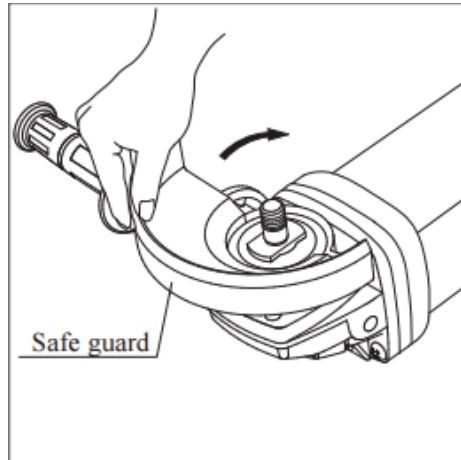

Imagen 2
- \* **Escudo protector del disco de esmeril:** por favor apunte el extremo convexo del protector del disco de esmeril a la ranura de la boca de la cubierta frontal y después gire el cuerpo protector a 180 grados. (Imagen 2)